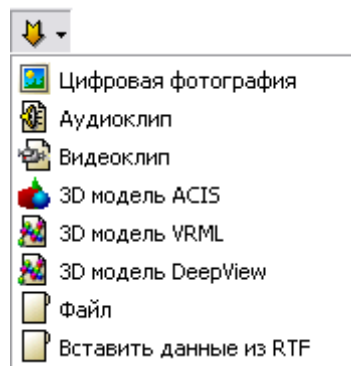

Рис. 3.188
2. На панели инструментов **Объекты** откройте список инструмента **Вставка объекта** (Рис. 3.188).